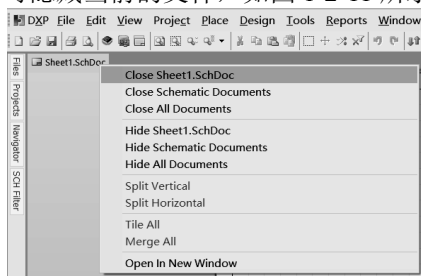

图 1-2-10 关闭名为 **Sheet1** 的原理图文件
(4) 关闭文件。执行菜单命令 **File** → **Close** 即可关闭当前文件。或在已打开的文件标签上单击鼠标右键，在调出的菜单中选择“**Close+文件名称**”的选项即可关闭当前的文件，如图 1-2-10 所示，关闭名为 **Sheet1** 的原理图文件。